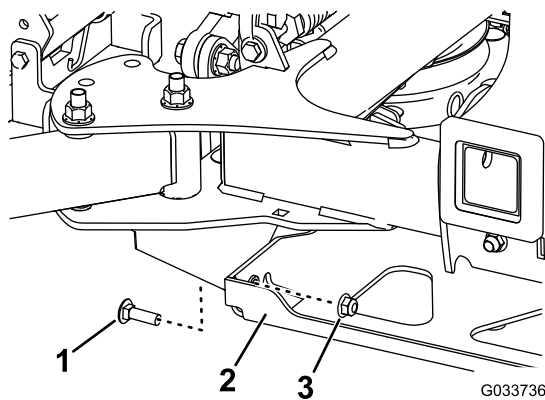

Figura 84
4. Retire los 2 pernos y las 2 tuercas que conectan el soporte del puntal con el bastidor (Figura 84).
4. Instale los 2 pernos que guardó para conectar el soporte del puntal con el bastidor (Figura 84).